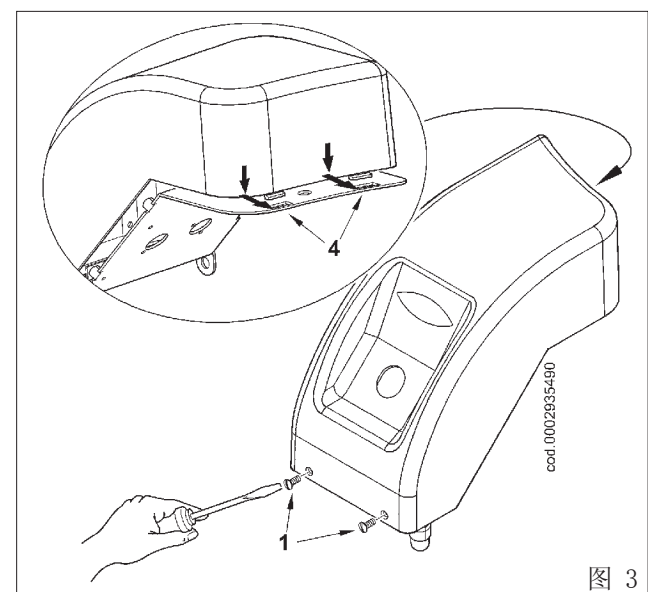

图 3
- 3) 小心的把盖子放置两个钩（4）的各自正确位置（图3）上，并重新盖上盖子。